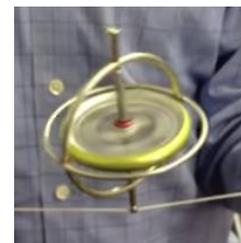

Рис. 3.
3. Гирскоп. Среди механических гироскопов выделяется **роторный гирскоп** – быстро вращающееся твёрдое тело (ротор), ось вращения которого может свободно изменять ориентацию в пространстве (рис. 3). Основное свойство такого гироскопа – способность сохранять в пространстве неизменное направление оси вращения при отсутствии воздействия на него моментов внешних сил и эффективно сопротивляться действию внешних моментов сил. Впервые это свойство использовал Фуко в 1852 г. для экспериментальной демонстрации вращения Земли. **Демонстрации: Различные волчки. Гирскоп. Периметрический волчок.**